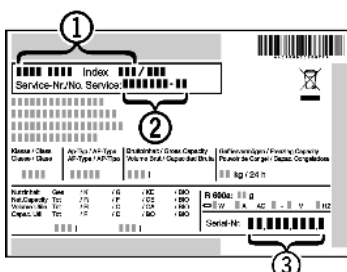

Fig. 9
- Apparaataanduiding *Fig. 9 (1)*, service-nr. *Fig. 9 (2)* en serie-nr. *Fig. 9 (3)* van het typeplaatje aflezen. Het typeplaatje bevindt zich aan de linkerkant binnen in het apparaat.
- Contact opnemen met de Technische Dienst en het probleem, apparaataanduiding *Fig. 9 (1)*, service-nr. *Fig. 9 (2)* en serie-nr. *Fig. 9 (3)* mededelen.